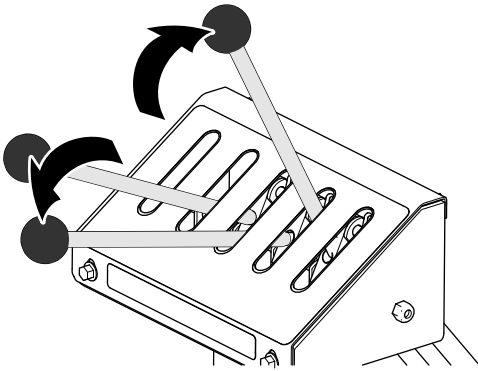

Figure 2
1. Sur la console de commande du cadre de transport, actionnez les 3 leviers de commande de haut en bas pour évacuer la pression hydraulique entre le cadre de transport et le véhicule tracteur (Figure 2).